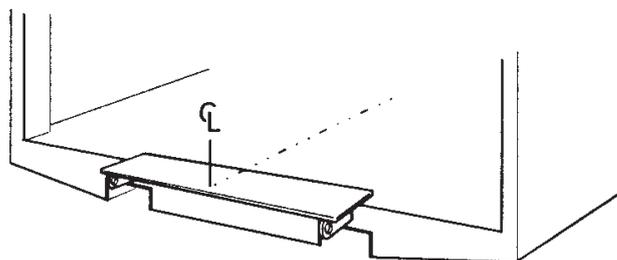

Figura 14. Atornillar o soldar el accesorio de montaje en la barra trasera No. ref. 51724TL para Z 10/15/20
2. Atornillar o soldar el accesorio de montaje en la barra trasera, de modo que cada punto central coincida, véase Figura 14.